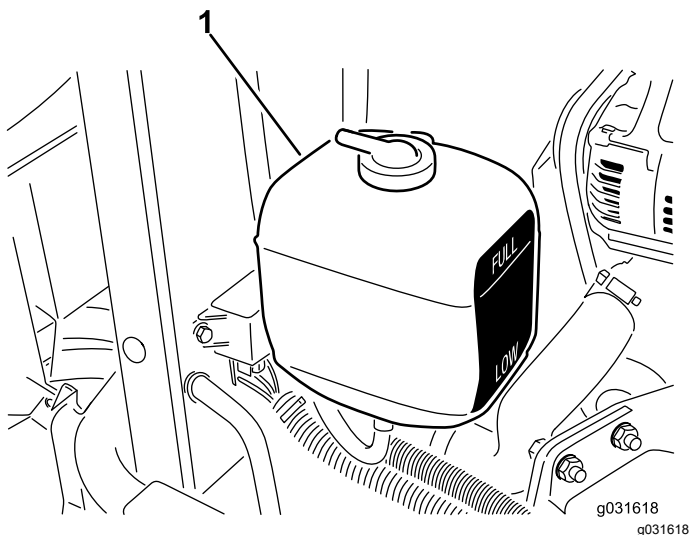

Figura 56
1. Verifique o nível de líquido de refrigeração do depósito secundário (Figura 56).